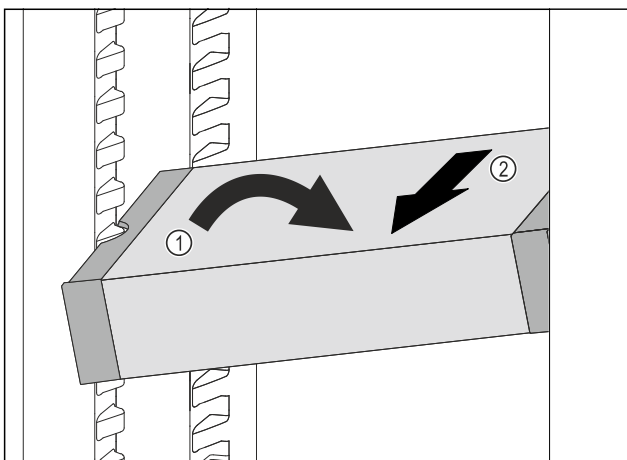

Fig. 86
- ▶ VarioSafe im Kühlteil schräg stellen. Fig. 86 (1)
- ▶ VarioSafe nach vorne entnehmen. Fig. 86 (2)